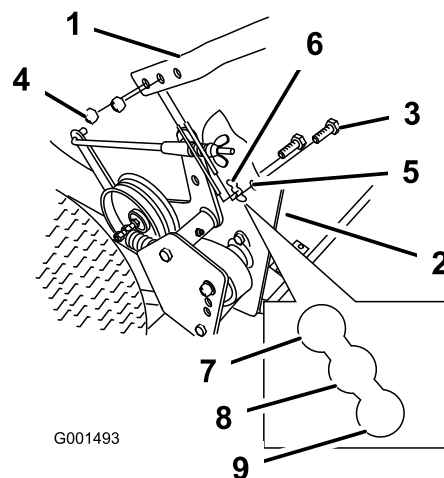

Figura 15
2. Afloje los pernos (3/8 x 1-1/4 inches) y tuercas con arandela prensada superiores que sujetan el manillar al bastidor trasero (Figura 15).
3. Quite los pernos inferiores (3/8 x 1 inch) y las tuercas con arandela prensada que sujetan el manillar con el bastidor trasero (Figura 15).